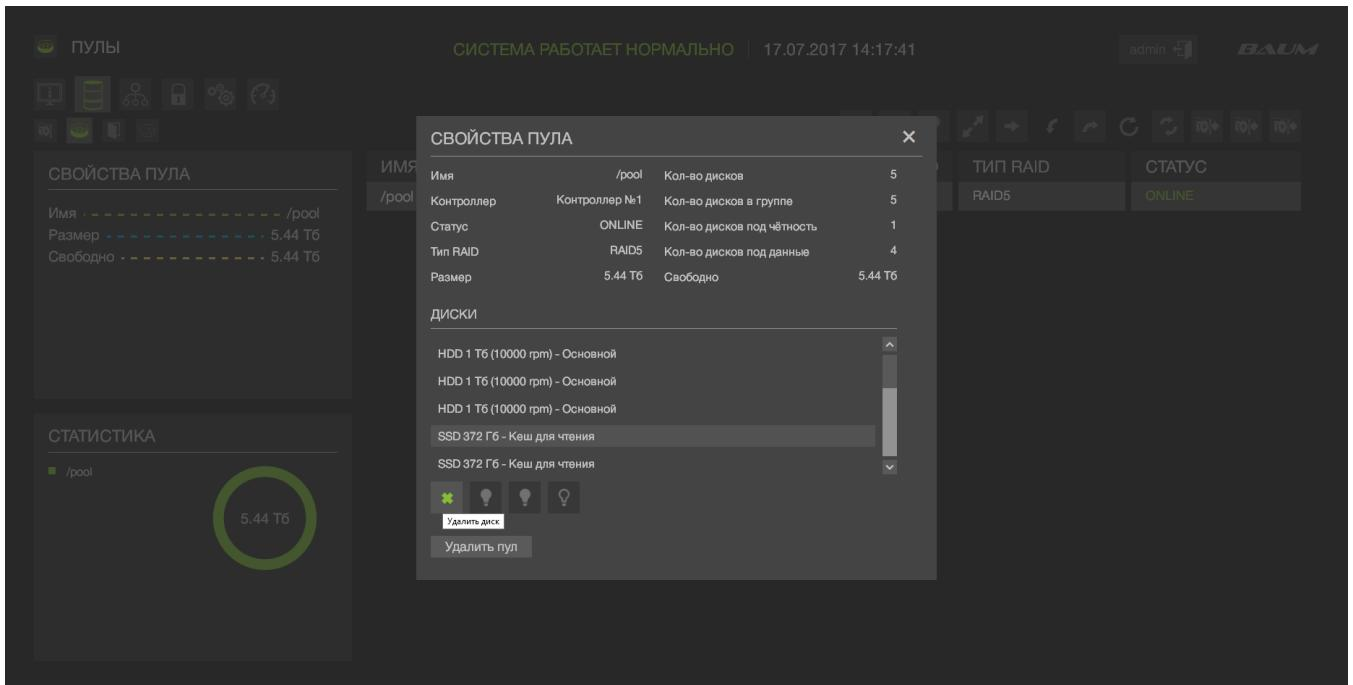

Рисунок 40 – Удаление из пула кэша на чтение
- 3) Нажать на кнопку справа «Свойства» (см. Рисунок 40).